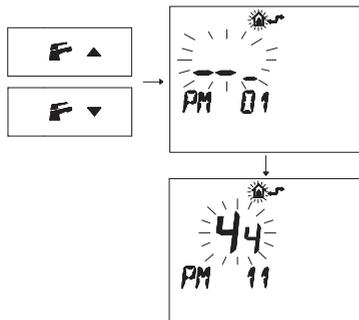

Figura 5.57
• Premere i pulsanti o per visualizzare la programmazione "PM11" della postcircolazione pompa (Figura 5.57).